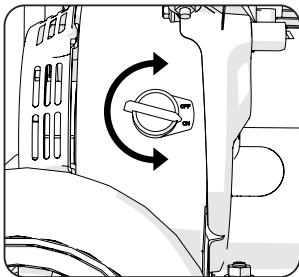

Fig. 13
- Encienda el interruptor de la ignición del motor en la posición «ON» (encendido). (Fig. 13)